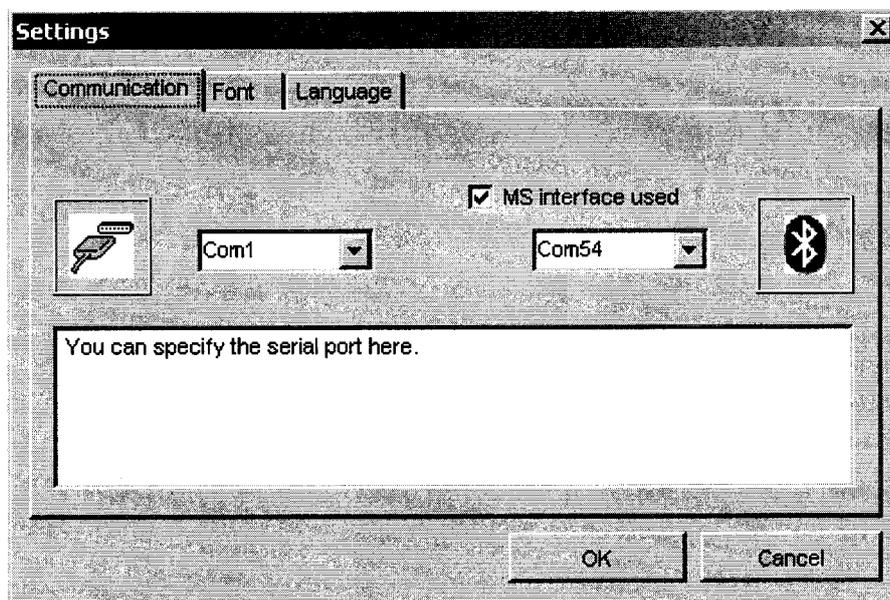

Рисунок 2 – Окно настроек соединения
6.4.1.4 Запускают программу ABPM Service. Для настройки соединения с прибором нажимают клавишу F9 и вызывают окно настроек соединения (рис. 2).